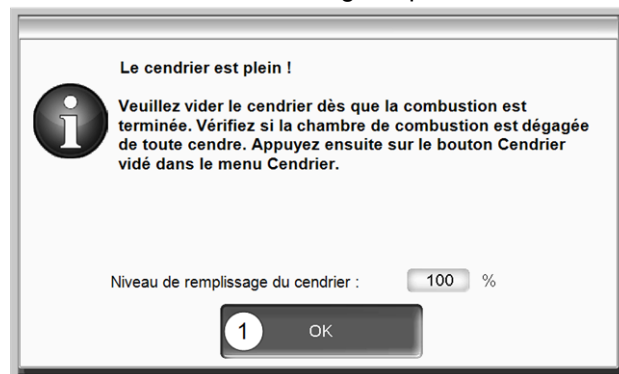

Fig. 2-55
- ▶ Confirmer le message d'avertissement à l'écran avec **OK 1** > Fig. 2-55